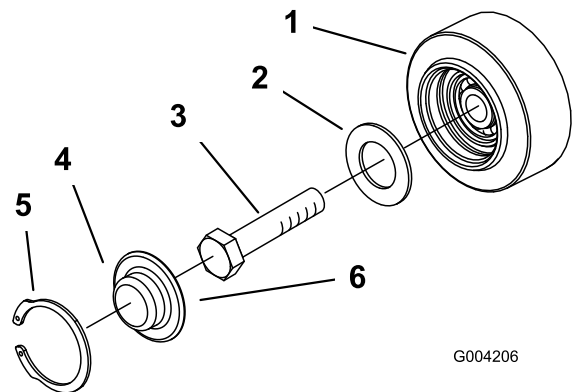

Bild 49
3. Nehmen Sie den Sprengring und die Kappe vom Straßenrad ab (Bild 49).
4. Prüfen Sie das Schmiermittel unter der Kappe und um die Dichtung (Bild 49). Wenn es schmutzig, körnig oder verbraucht ist, entfernen Sie das gesamte Schmiermittel, wechseln Sie die Dichtung aus und fügen Sie neues Schmiermittel hinzu.
6. Setzen Sie die eingefettete Straßenscheibenkappe auf den Schraubenkopf (Bild 49).
7. Befestigen Sie die Straßenscheibenkappe mit dem Sprengring (Bild 49).